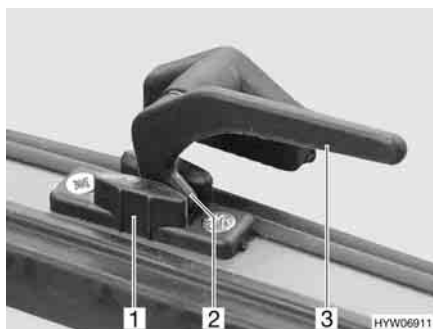

Fig. 40 Leva di serraggio in posizione "Aerazione continua"
- In posizione di "Aerazione continua" (Fig. 40)
- Ruotare tutte le leve di serraggio (Fig. 40,3) di un quarto di giro verso il centro della finestra.
- Girare nuovamente all'indietro tutte le leve di serraggio. Riportare contemporaneamente il nasello di chiusura (Fig. 40,2) nella rientranza della chiusura della finestra (Fig. 40,1).